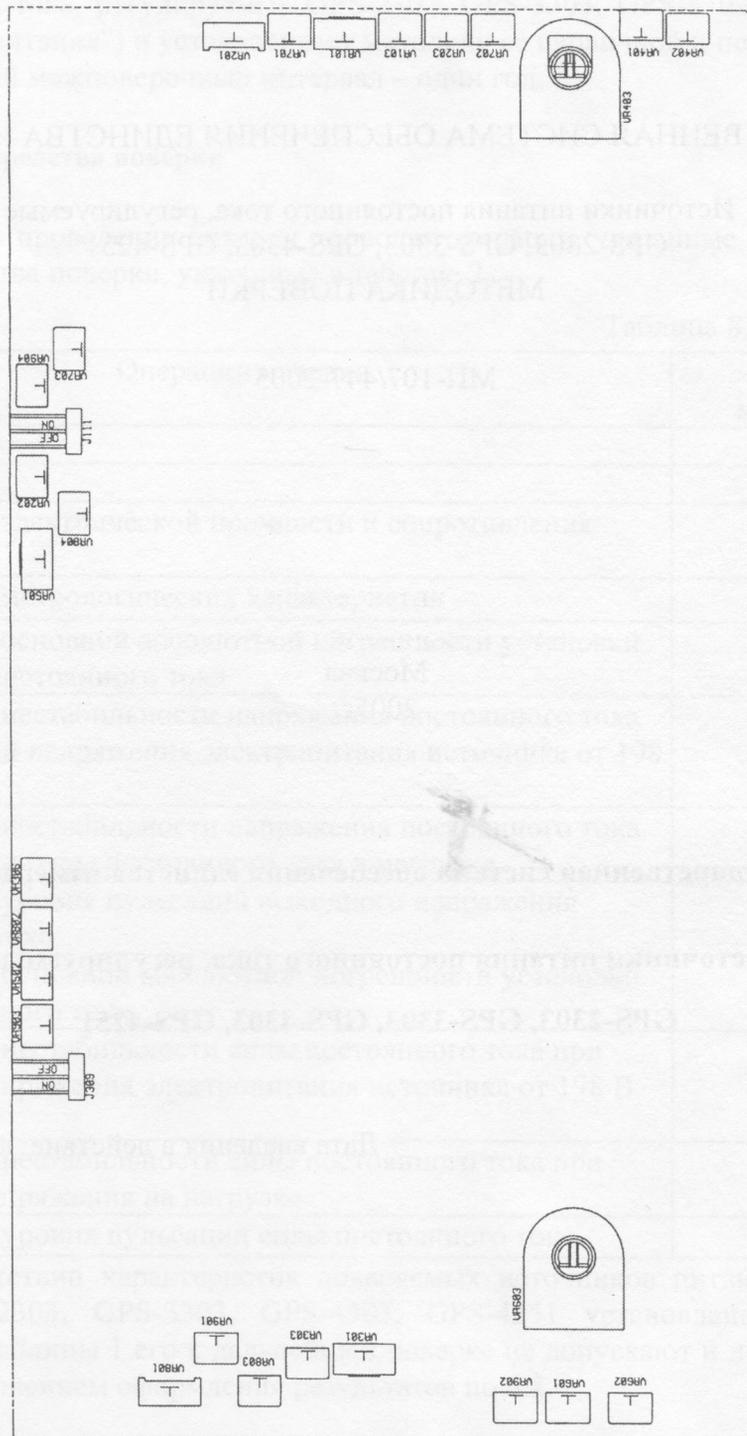

Рис. 9.1. Расположение органов регулировки
При подключении к источнику питания нагрузки с динамически изменяющимся сопротивлением для оптимизации работы схемы сравнения токов (U105, рис. 5.1) рекомендуется предварительно включить режим динамической нагрузки – установить коммутационные колодки J111 (канал 1) и J309 (канал 2) в положение ON (рис. 9.1). Максимально допустимое превышение тока нагрузки относительно установленного предела по току в этом случае увеличивается в 1.7 раза.
Методика регулировки описана ниже, органы регулировки показаны на рис. 9.1
- Положение органов регулировки показано на рис. 9.1.